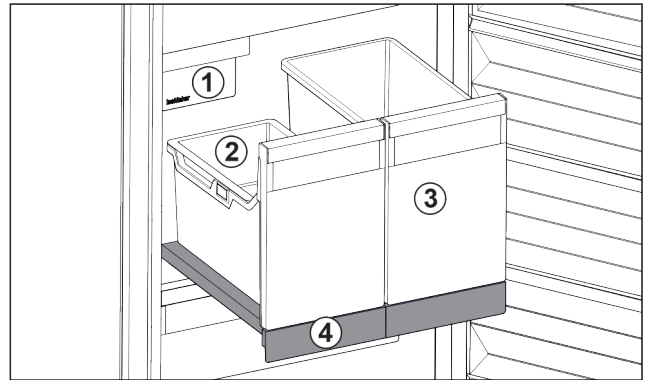

Fig. 117 Auszugsbord mit IceTower
- (1) IceMaker
- (2) Einhängeschale für Eiskwürfel
- (3) Behälter für z. B. Pizza, alkoholische Getränke
- (4) Auszugsbord
Auf dem Auszugsbord sind zwei hohe Behälter (IceTower). Im Behälter Fig. 117 (2) werden Eiskwürfel aus dem IceMaker gesammelt und gelagert. Behälter Fig. 117 (3) eignet sich für die Lagerung von hohen Lebensmitteln wie Pizzen oder alkoholischen Getränken.